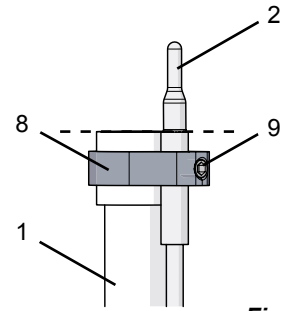

Fig. 2
- ⇒ Deslizar el soporte del sensor sobre el tubo de mezclado y el sensor, de modo que se asiente aprox. en el centro de la parte superior del tubo de mezclado (Fig. 2).
- ⇒ Colocar el sensor de tal manera que el canto superior del casquillo de latón del sensor y el canto superior del tubo de mezclado se encuentren a la misma altura (Fig. 2).